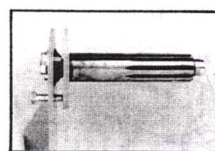

Figure 2
4. 乗物のクラッチ組品との角度と差込シャフトの角度が合うように調整ネジで調整します。(図2, 3)